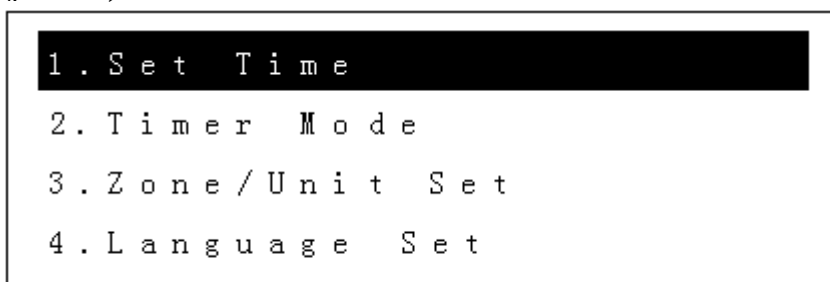

Рис. 4.6
- ◇ После выбора одного из главных экранов нажмите кнопку SET для входа в меню режима установок (рис.4.6)
- ◇ Для входа меню установок таймера нажмите кнопку SET (Рис. 4.6)
a) Для входа меню установок нажмите кнопку SET (Рис. 4.6)